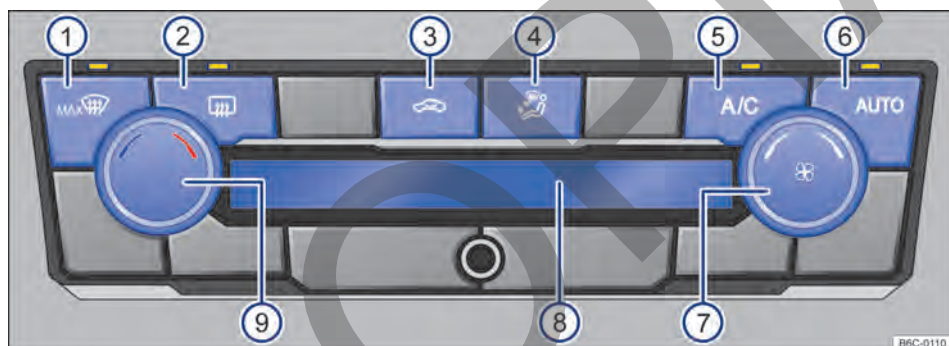

Fig. 83 Comandos del Climatronic.
- *Climatronic*: girar el regulador del ventilador a la izquierda hasta el tope → fig. 83 (7)
Con la tecla **AUTO** → fig. 83 (6) se puede encender el modo automático del Climatronic.
automático se apaga cuando la ventilación se cambia manualmente o con el cambio de la distribución de aire al presionar la tecla → fig. 83 (4).
- *Climatronic*: girar el regulador giratorio izquierdo → fig. 83 (9).
En la pantalla del Climatronic → fig. 83 (8) se indica la temperatura ajustada. ▶
- *Climatronic*: girar el regulador del ventilador → fig. 83 .
- *Climatronic*: presionar la tecla → fig. 83  a la posición deseada, la distribución seleccionada se indicará en la pantalla .
- *Climatronic*: presionar la tecla  → fig. 83 .